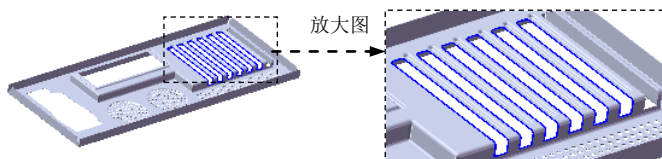
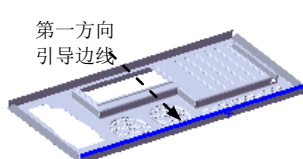

图 17.7.81 创建阵列（线性）3
图 17.7.82 选取阵列引导边线
Step18. 创建图 17.7.81 所示的阵列（线性）3。
(1) 选择命令。选择下拉菜单 **插入(I)** → **阵列/镜向(E)** → **线性阵列(L)...** 命令，系统弹出“线性阵列”对话框。
(2) 定义阵列源特征。单击 **要阵列的特征(F)** 区域中的文本框，选取设计树中的切除—拉伸 3 作为阵列的源特征。
(3) 定义阵列参数。选取图 17.7.82 所示的边线为第一方向引导边线。在 **方向1** 区域的  文本框中输入数值 20.0，在  文本框中输入数值 7。
(4) 单击  按钮，完成阵列（线性）3 的创建。